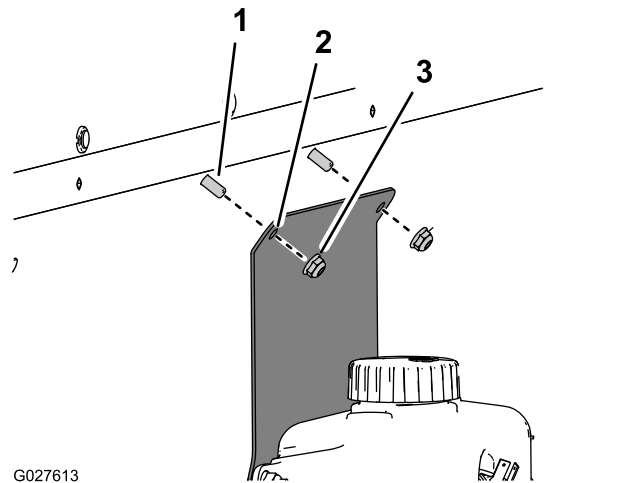

Figura 19
6. Monte el soporte de montaje de la botella de limpiador y el depósito del líquido del lavaparabrisas (Figura 19) en los 2 pernos de cuello cuadrado ($\frac{1}{4}$ " x $1\frac{1}{4}$ ") con las 2 contratuercas con arandela prensada ($\frac{1}{4}$ ").